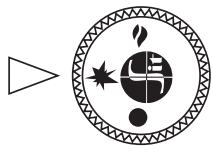

Рис. 10.
- 7.3. Для розжиг пилотной горелки ручк упр вления переводится в положение «искр » (рис. 10).